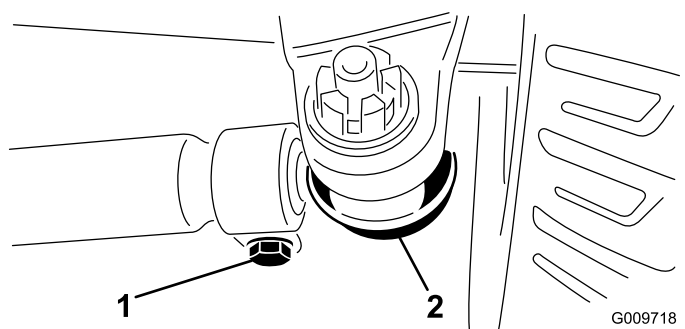

図 74
3. 調整は、両側のタイロッドのボールジョイントからコッターピンとナットを外して行う 図 74。
5. タイロッド両側のクランプをゆるめる 図 74。